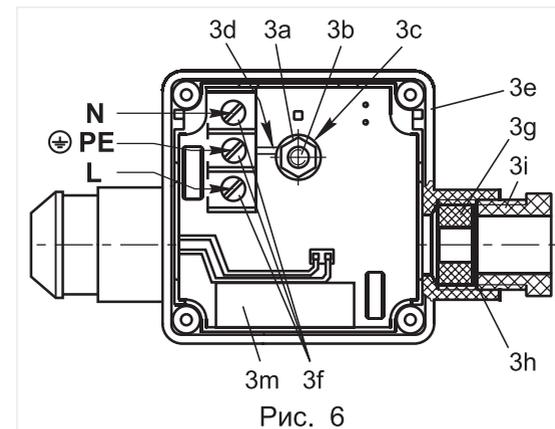

Рис. 6
4.3.3 На лицевой поверхности клеммной коробки открутите четыре винта крепления крышки. Снимите крышку клеммной коробки вместе с резиновым уплотнением. Клеммная коробка со снятой крышкой показана на рис. 6.
- выкрутить кнопку ручного взвода из левого патрубка клеммной коробки (см. рис. 6);